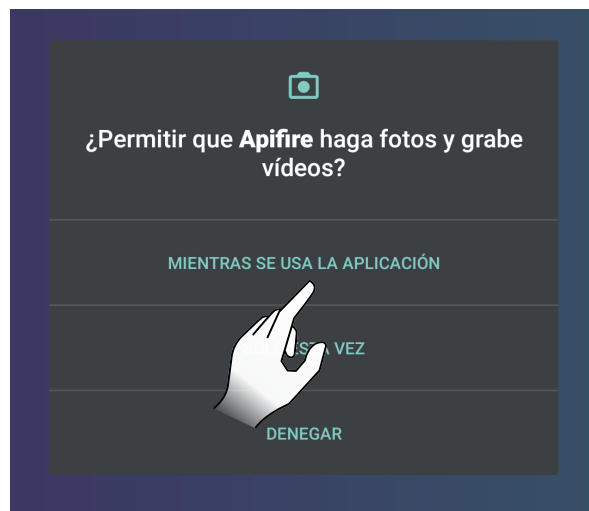

Fig. 8.1
- que ha escaneado correctamente el código QR. Controle la autorización de ApiFire para usar la cámara; si no se otorga, el encuadre permanecerá completamente negro. A continuación, modifique las autorizaciones como se muestra en Fig. 8.1 y 8.2, o introduzca manualmente el código de 16 dígitos;